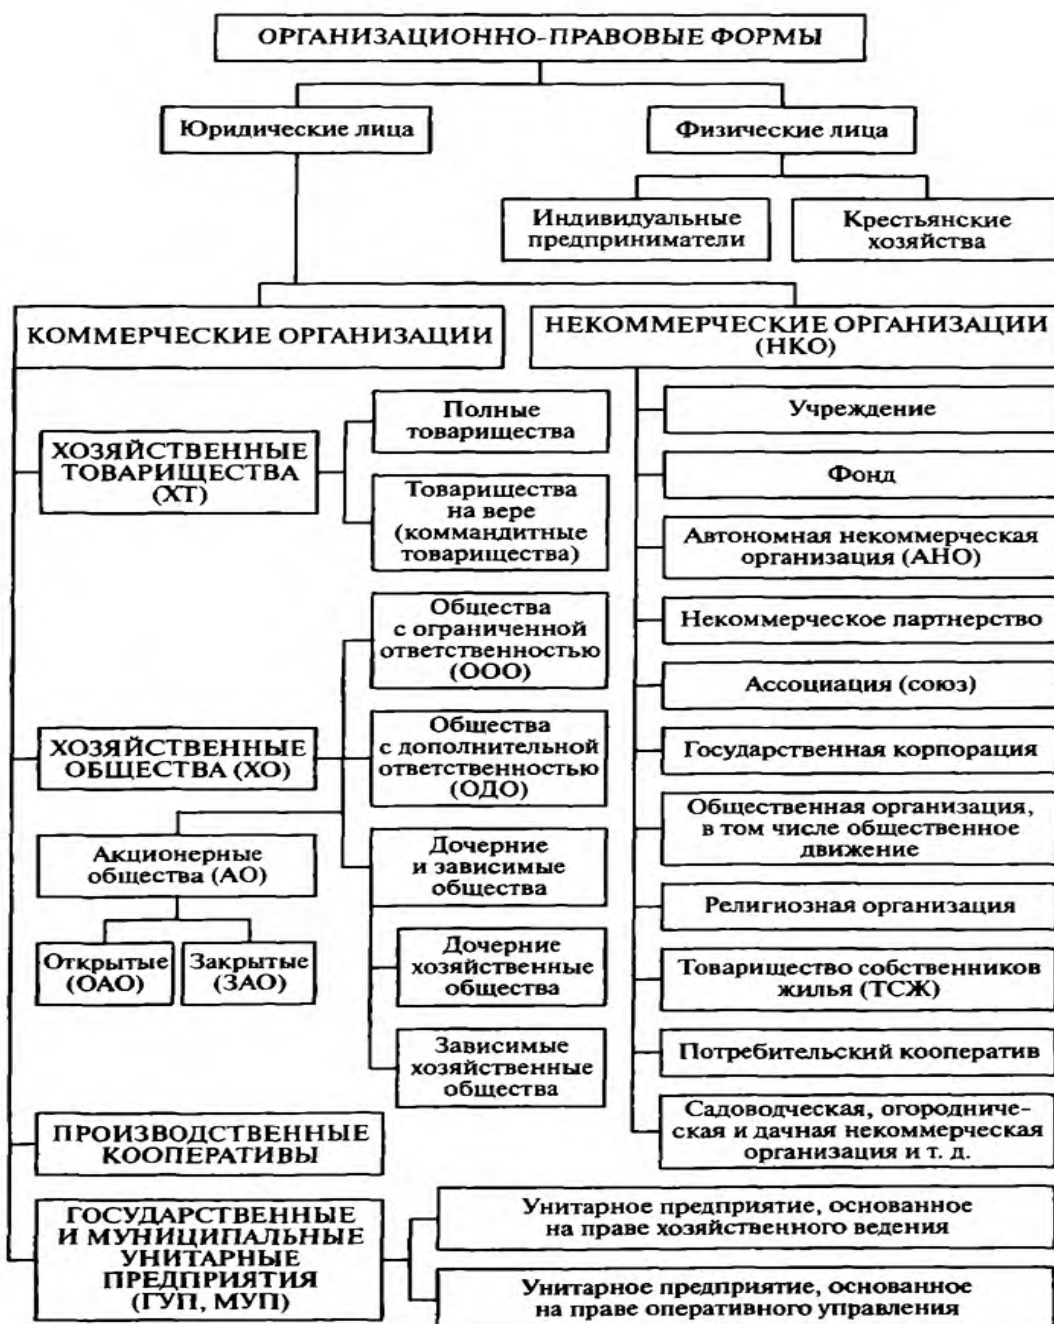

Рисунок 1.- Организационно-правовые формы в
4. перерисовать рисунок 1 в тетрадь